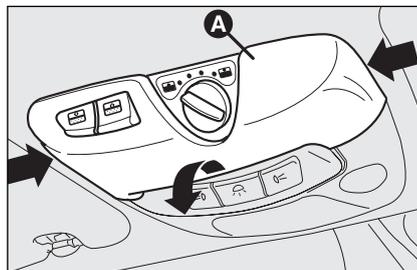

fig. 82
- rimuovere la plafoniera anteriore **A-fig. 82** premendo lateralmente da entrambe i lati del preformato in plastica come indicato dalle frecce;